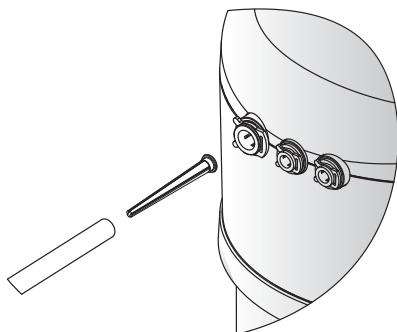

Рис. 6. Установка щелевой вставки
## Установка щелевой вставки\*\* (рис. 6)
- Установите щелевую вставку в трубку 3/8" (9,5 мм) как указано на рис. 6 и подсоедините данный конец трубки к водоочистителю.
- Извлеките щелевую вставку из трубки (см. рис. 6 на стр. 7).